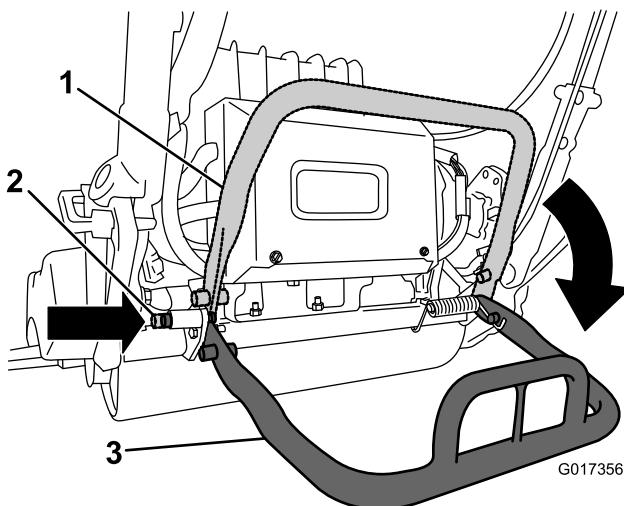

Figura 29
- Para utilizar el caballete mientras desmonta el molinete, bájelo e introduzca el pasador de bloqueo para bloquear el caballete en la posición de mantenimiento (Figura 29).